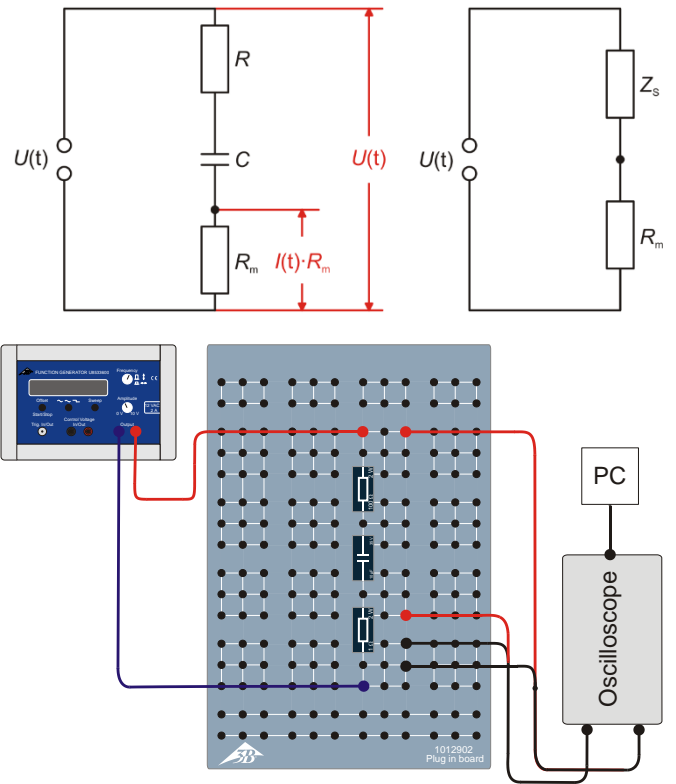

Fig. 2: Schéma de couplage (en haut à gauche), schéma équivalent (en haut à droite) et schéma du montage (en bas) pour le circuit série.
Dans l'expérience, ce courant est déterminé à partir de la chute de tension $U_m(t)$ sur une résistance de travail R_m (Fig. 2, 3), et dimensionné de sorte que $U_{m0} \ll U_0$, c'est-à-dire que la tension appliquée chute presque complètement sur Z_s / Z_p . Le courant ainsi déterminé traverse tant Z_s que Z_p , car les deux résistances sont montées en série par rapport à R_m (voir les schémas équivalents des Fig. 2, 3). Étant donné que $U_m(t) = I(t) \cdot R_m$, la courbe dans le temps $U_m(t)$ traduit ainsi la courbe dans le temps $I(t)$ du courant.
- Réaliser l'agencement de mesure pour le circuit série (Fig. 1, à gauche) conformément au schéma de couplage (Fig. 2) avec $R_m = 1 \Omega$, $R = 100 \Omega$ et $C = 10 \mu F$.